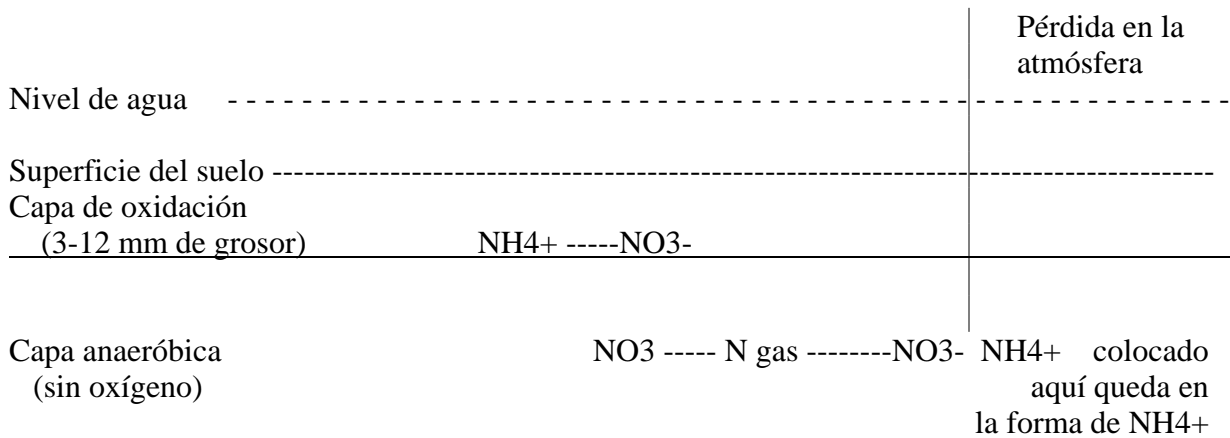

FIGURA 10-1: Diagrama de un suelo de arrozal inundado mostrando el destino del nitrógeno aplicado.
- * Los suelos de arrozales inundados tienen 2 capas distintas; una capa con oxígeno (capa aeróbica) y una sin oxígeno (capa anaeróbica). La capa aeróbica se refiere al 0,5-1,0 cm superior del suelo, con la capa anaeróbica quedando abajo de ella (vea la Figura 10-1).